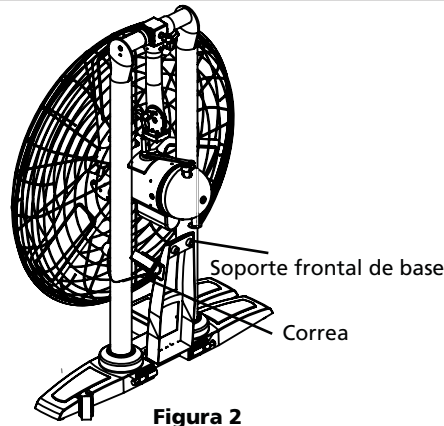

Figura 2
Ver Figura 2 a 9.
1. Desempaca la unidad del ventilador de la caja de envío. Corta la correa que sostiene el soporte frontal de base durante el envío. Ver la Figura 2.
2. Vuelve a colocar el soporte frontal de base sobre una superficie plana y nivelada. Ver la Figura 2 y 3.